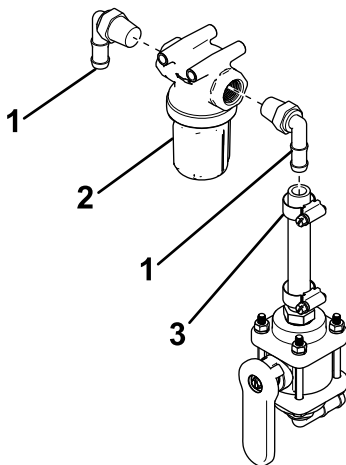

Figure 32
- Montez un raccord à 90° de chaque côté du filtre (Figure 32).
- Fixez le flexible de 9,5 cm (4-3/4 po) au raccord à 90° au moyen d'un collier (Figure 32).